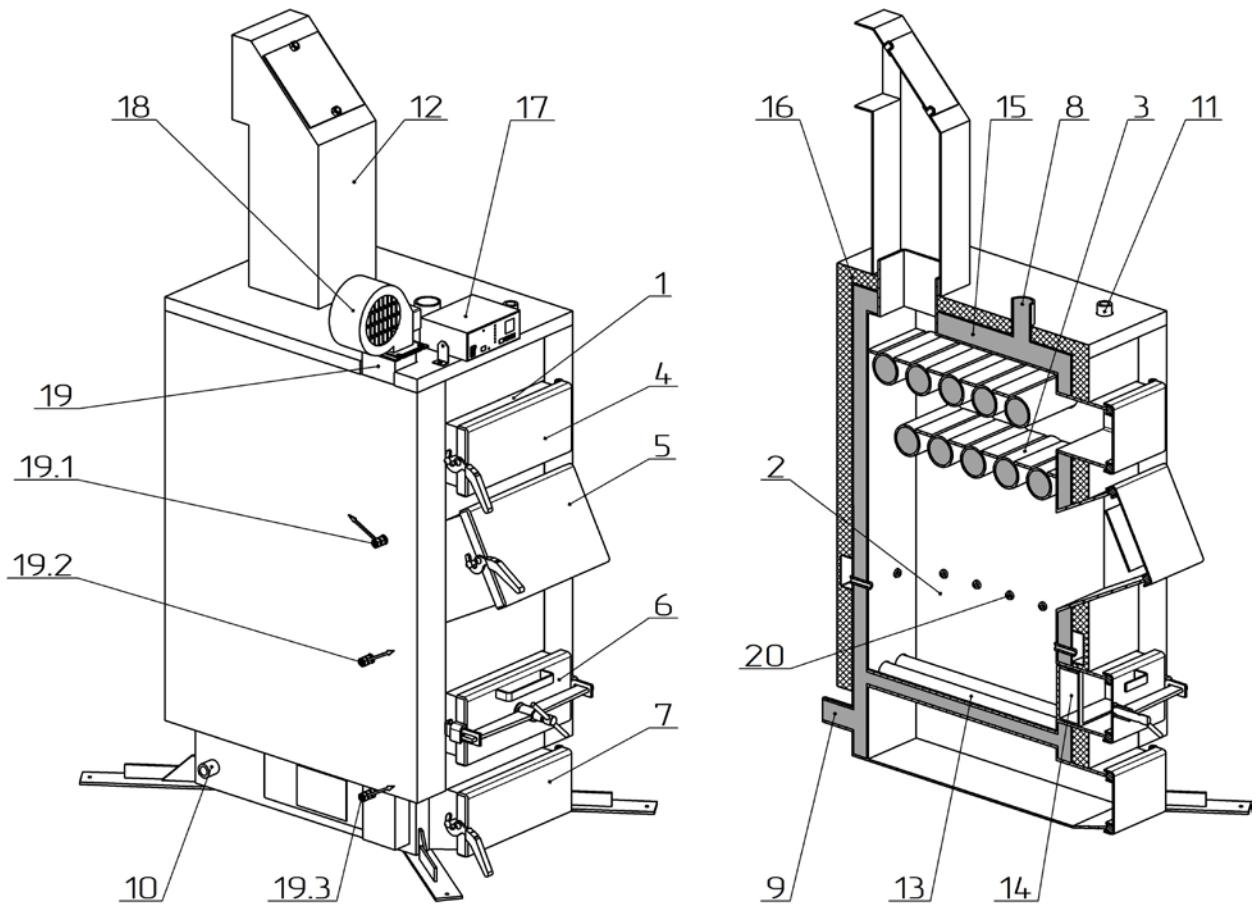

Рисунок 2 – Зовнішній вигляд та основні елементи котла
Конструктивно котел являє собою збірно-зварену конструкцію, що складається з корпуса (поз. 1, рис. 2) з камeroю згоряння (топкою) (поз. 2, рис. 2). Над топкою розташована конвекційна частина котла (поз. 3, рис. 2), що являє собою двоходовий (для потужностей 10-38 кВт), трьохходовий (для потужностей 44-65 кВт) або чотирьохходовий (для потужностей 75-120 кВт) теплообмінник.
Корпус котла виконаний в формі паралелепіпеду з подвійними стінками, які розділені водними перегородками (поз. 15, рис. 2). На зовнішній поверхні корпуса під декоративною обшивкою закріплена теплова ізоляція. (поз. 16, рис. 2).
Паливо для процесу спалення завантажується на колосникові грати (поз. 13, рис. 2) крізь завантажувальні дверцята (поз. 5, рис. 2). Колосникові грати виконані з товстостінних безшовних труб по яких постійно циркулює вода з водяної оболонки котла, що унеможливує їх прогорання. Згоряння палива в топці відбувається за участю повітря, яке постачається по каналу подачі повітря (поз. 19, рис. 2) припливним вентилятором (поз. 18, рис. 2). Кількість повітря, необхідного для процесу згоряння, регулюється автоматично регулятором температури (поз. 17, рис. 2).
Підведення і відведення теплоносія здійснюється відповідно через патрубки зворотної мережної води (поз. 9, рис. 2) і прямої мережної води (поз. 8, рис. 2).
Топочні гази виходять у димохід крізь боров (поз. 12, рис. 2), що, за попередньою домовленістю з виробником, може бути розташований у задній або верхній (як на рис. 2) частині котла.
У верхній частині корпуса котла розташований штуцер для встановлення запобіжного клапана (поз. 11, рис. 2).
На бічній стінці корпуса у нижній її частині розміщено штуцер для зливу води з котла (поз. 10, рис. 2).
- дверцята для періодичного обслуговування (чищення) конвекційної частини котла (поз. 4, рис. 2);
- ревізійний дверцята (поз. 6, рис. 2) для періодичного чищення колосниковых грат;
- дверцята зольника (поз. 7, рис. 2) для можливості чищення простору під колосниками.